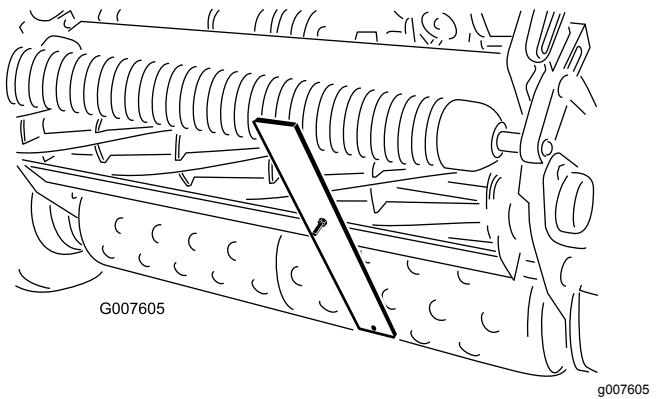

Bild 51
- Haken Sie den Schraubenkopf an die Schnittkante des Untermessers ein, und stützen Sie das hintere Ende der Leiste auf der Heckrolle ab (Bild 51).